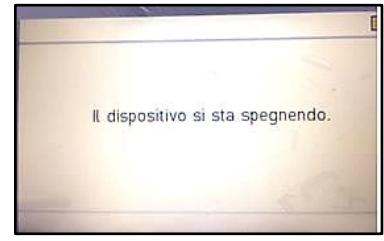

Figura 32. L'apparecchio è spento
4. Per spegnere l'apparecchio, premete . Si visualizza il messaggio "*Il dispositivo si sta spegnendo*"(v. Figura 32).
Per spegnere l'apparecchio, premete . Si visualizza il messaggio " *Il dispositivo si sta spegnendo* " (v. Figura 32)